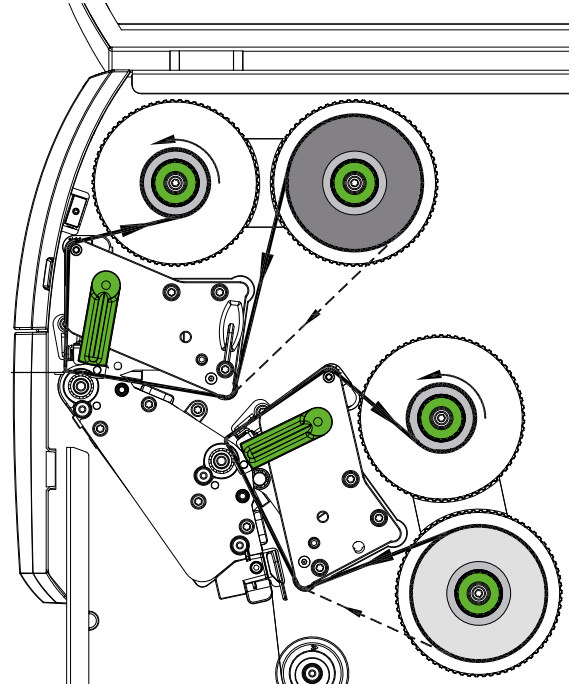

Bild 17 Transferfolienlauf
2. Hebel (1) entgegen dem Uhrzeigersinn drehen, um den Druckkopf anzuheben.
3. Transferfolienrolle (4) so auf den Abwickler (5) schieben, dass die Farbbeschichtung der Folie nach dem Einlegen auf der dem Druckkopf abgewandten Seite liegt.
4. Abwickler (5) festhalten und Drehknopf (6) entgegen dem Uhrzeigersinn drehen, bis die Rolle fixiert ist.
5. Geeigneten Kern (2) auf den Transferfolienaufwickler (3) schieben und in analoger Weise wie die Folienrolle fixieren.
6. Transferfolie wie in Bild 17 durch die Druckmechanik führen.